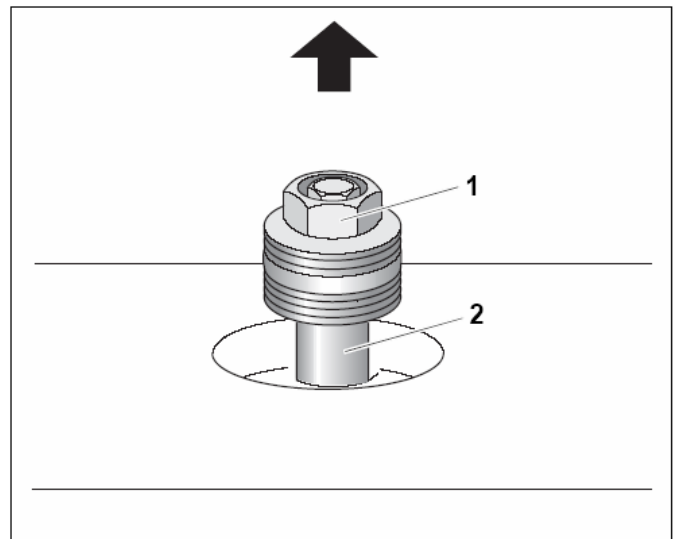

Рис. 15 Замена магниевого анода
- Шестигранник (рис. 15, поз. 1) магниевого анода ослабить накидным гаечным ключом SW 32.
- Вывернуть магниевый анод (рис. 15, поз. 2).
- Если магниевый анод израсходован, установите новый, как показано рис. 15, стр. 18.